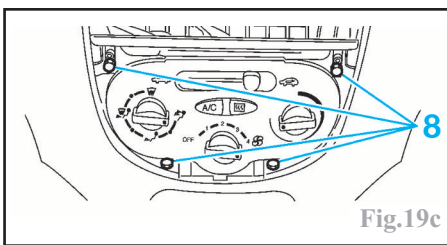

Fig.19c
Déposer les 4 vis de fixation (8) (Fig.19c) de la platine de commande de chauffage puis la placer en retrait.